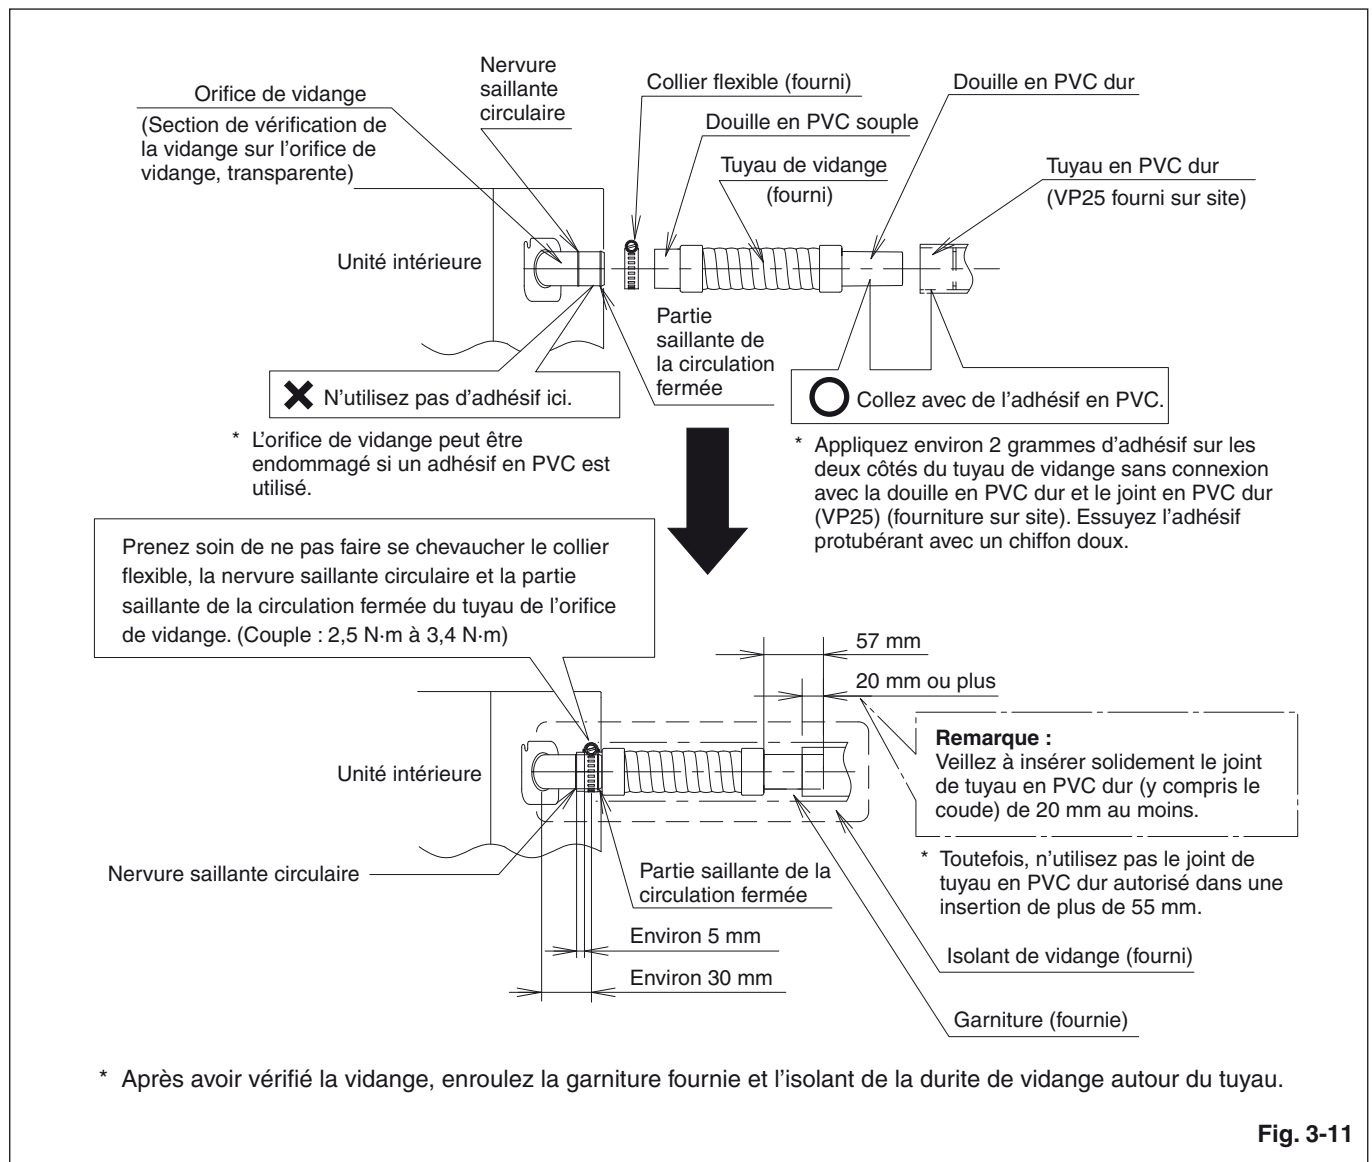

Fig. 3-11
- 3) Déplacez le collier flexible de sorte que la position centrale du collier flexible puisse être placée à environ 30 mm de la plaque externe de l'unité intérieure. (Fig. 3-11)